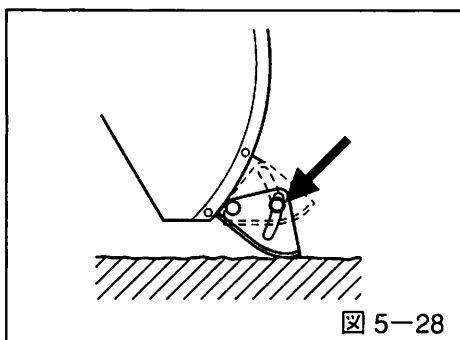

図 5-28
- 整地された路面、アスファルト路面を除雪する場合にはソリのボルトを緩めてソリを上へ上げれば、路面ストレスまで除雪ができます。(図5-28参照)